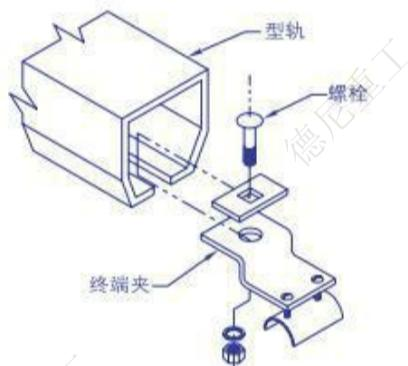

图8A. 在固定型轨或主梁上安装终端夹
8.3 在吊线夹全部装入主梁后，在主梁末端安装终端夹并拧紧螺栓（图 8A）
- 8.6 将终端夹安装到固定型轨的末端，拧紧螺栓（如上图 8A ）